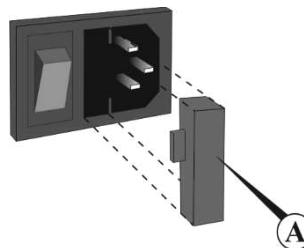

Рис. 5. Замена предохранителя
- 8.4. Замена предохранителя. Отсоедините прибор от сети, а затем сетевой кабель из разъема на задней панели прибора. Откройте держатель предохранителя (рис. 5/A), выдвинув его. Проверьте предохранитель и при необходимости замените, **M 2 A** (тип **M** - time lag: Medium).